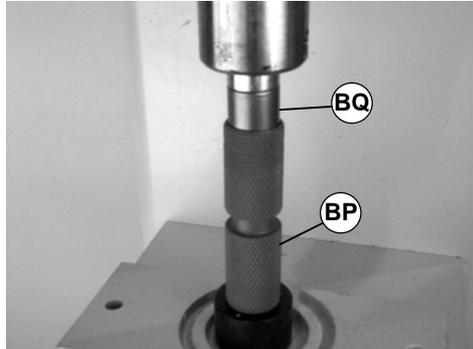

Abbildung 53
- Das Lager (BQ siehe Abbildung 53) in die Antriebsrolle drücken (BP), bis es festsetzt.